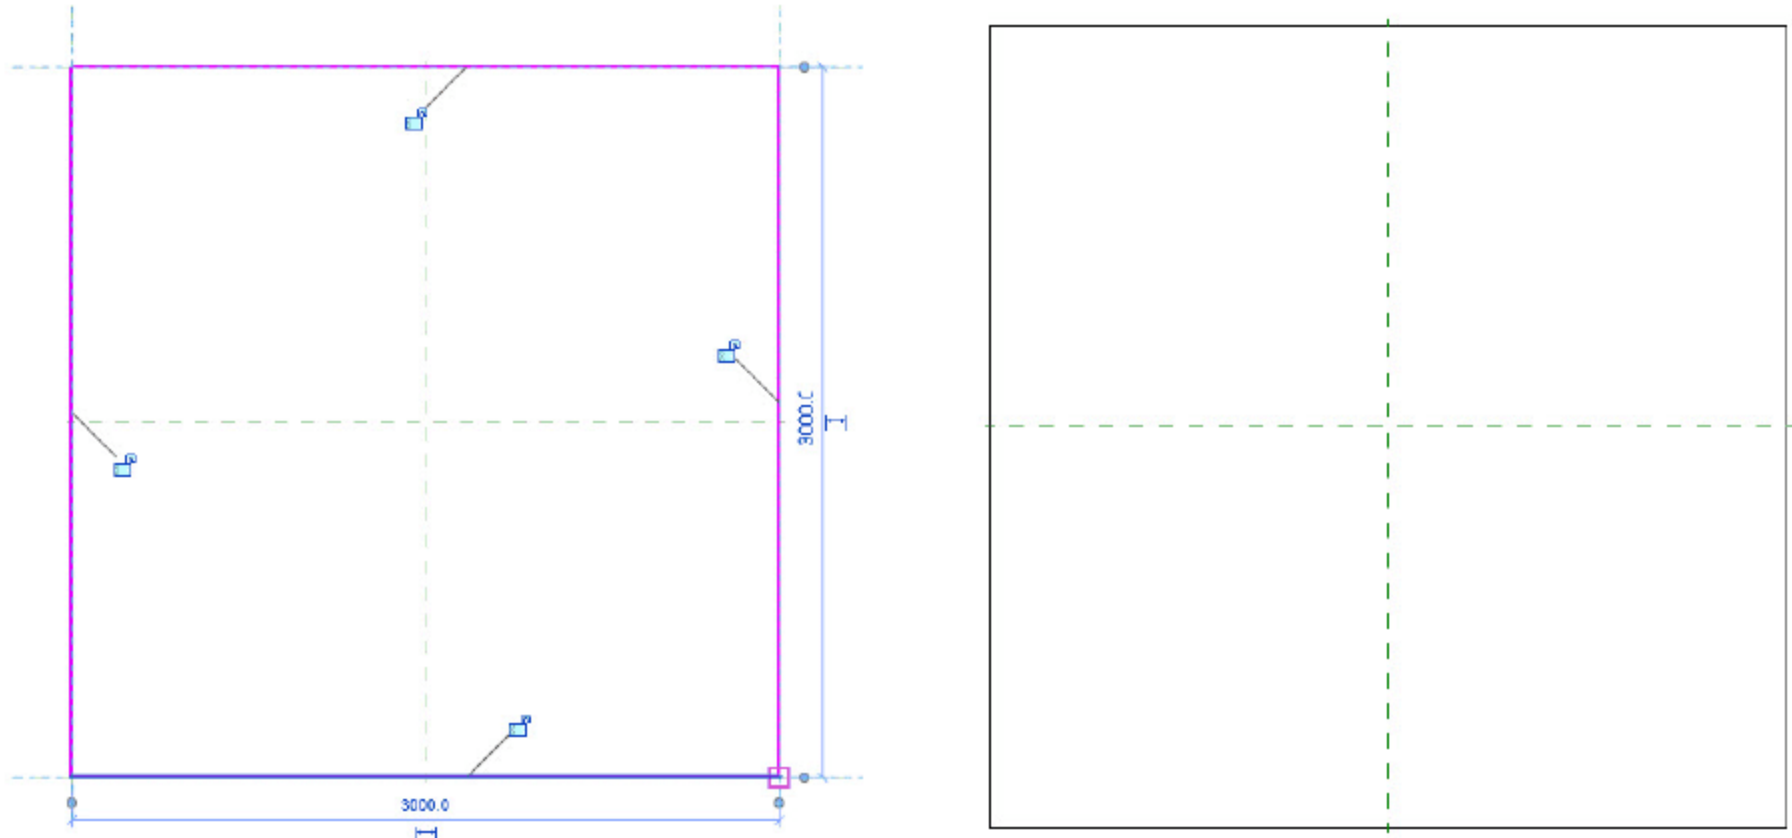

图 2.1.42 绘制承台截面
(3) 绘制承台截面。选择“创建”→“拉伸”→“矩形”命令，绘制矩形承台截面，删除多余的辅助线，如图 2.1.42 所示。